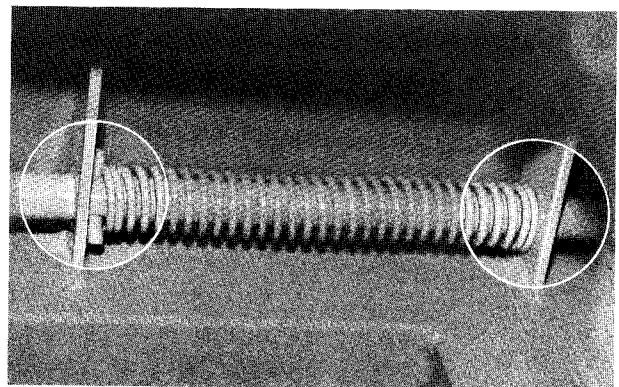

Bild 34
- o Bei der mechanischen Teilbreitenschaltung die Führungen sowie die Druckstangen unter dem Behälter einfetten (Bild 34).
Abhilfe: Führung sowie Druckstange unter dem Behälter einfetten (Bild 34).